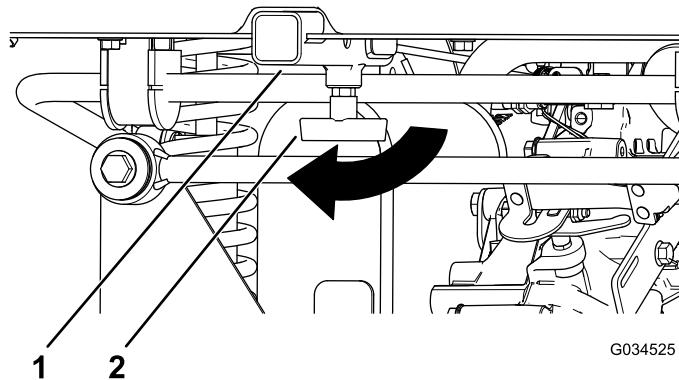

Figura 5
- Allentate la maniglia a T sul tubo ricevente (Figura 5).